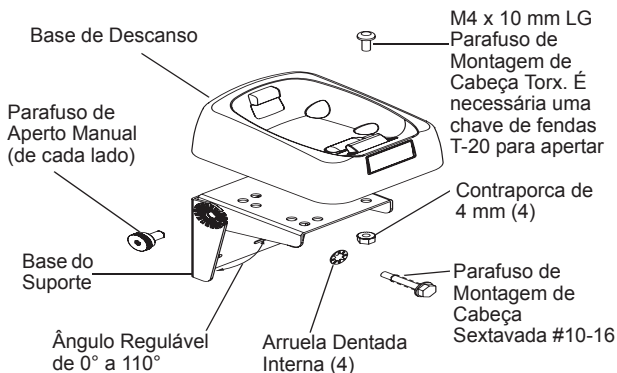

Figura 1 Suporte de Ângulo Regulável
Assim que tiver decidido o local da instalação, consulte a Figura 1 e execute os passos que se seguem.
4. Coloque a base de descanso no suporte, conforme ilustrado na Figura 1. Fixe a base de descanso no suporte utilizando a chave Torx T-20 para o parafuso M4 x 10 mm e a porca M4 fornecidos.